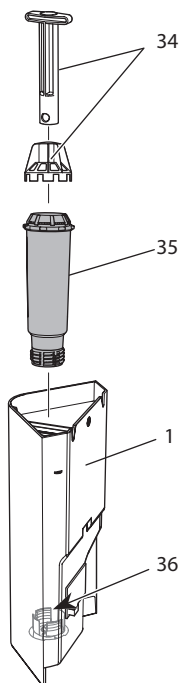

Abb. 19: Wasserfilter ein- oder ausschrauben
7. Setzen Sie einen neuen Filter in den Wassertank ein (siehe Abb. 19).
2. Entfernen Sie den Wasserfilter (siehe *Abb. 19*).